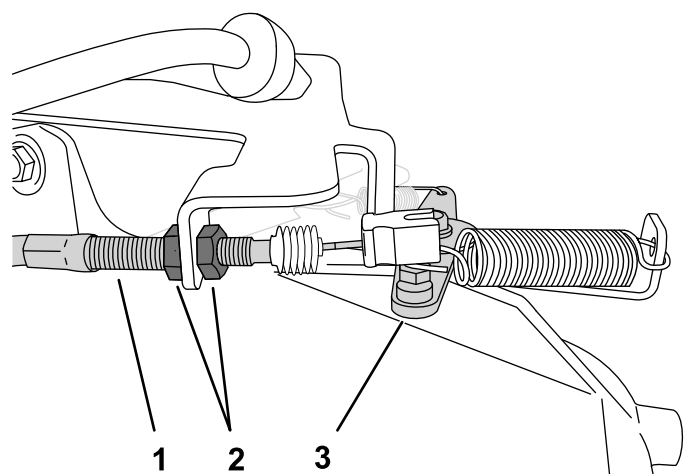

Рисунок 44
2. На корпусе троса дроссельной заслонки ослабьте переднюю зажимную гайку и затяните заднюю зажимную гайку, чтобы увеличить частоту холостого хода (Рисунок 44).